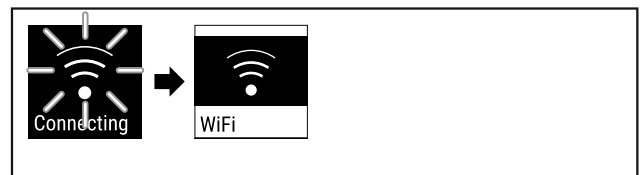

Fig. 85
- ▶ La connexion s'établit (voir Fig. 85).